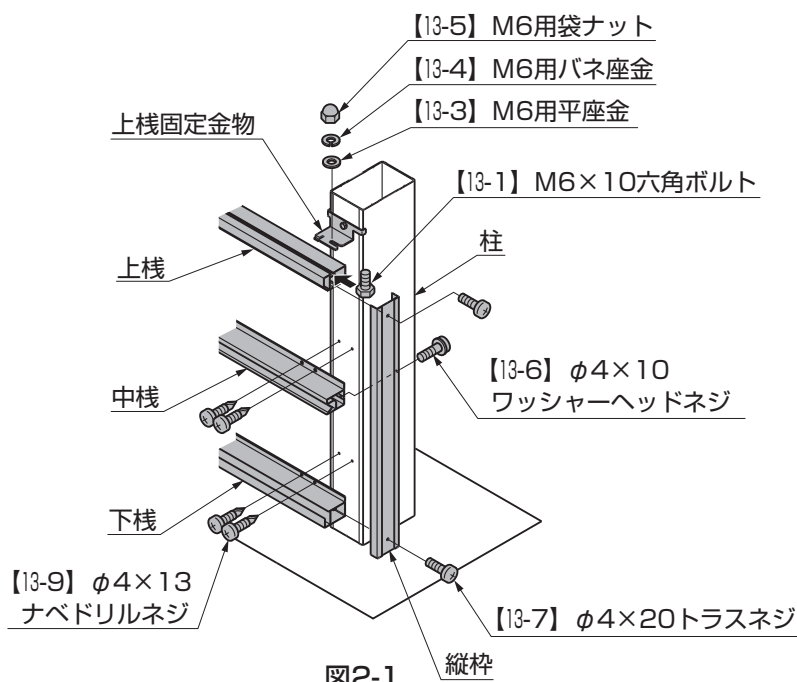
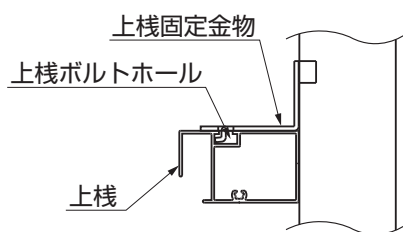
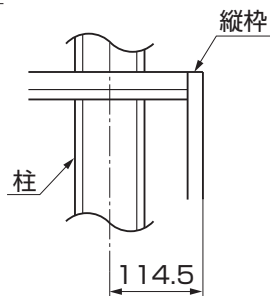

図2-1
図2-2
図2-3 サイドパネル位置
- ① 上栈のボルトホールに【13-1】を差込み、中栈、下栈、縦枠を【13-6】、【13-7】で組立ててください。（図2-1参照）
- ② 上栈のボルトホールに差込んだ【13-1】を、上栈固定金物に引っ掛けて【13-3】、【13-4】、【13-5】で取付けてください。（図2-1、図2-2参照）
- ③ サイドパネルの左右位置を合わせ、中栈と下栈を柱に【13-9】で取付けてください。（図2-1、図2-3参照）